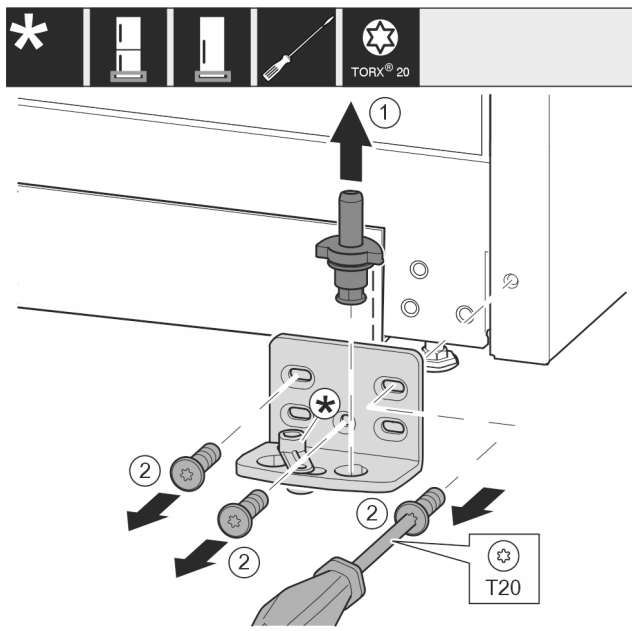

Fig. 12
- ▶ Τραβήξτε έξω ολόκληρο τον πείρο Fig. 12 (1) προς τα επάνω.
- ▶ Ξεβιδώστε τις βίδες Fig. 12 (2) με καταβίδι και αφαιρέστε το στηρίγμα.